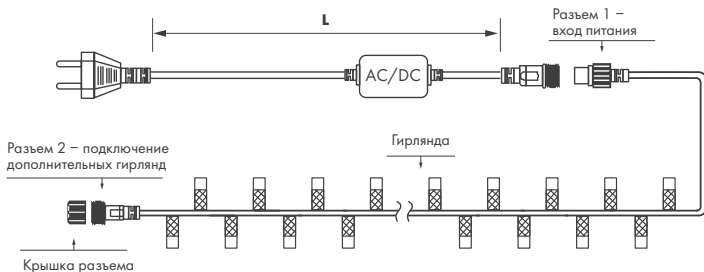

Рис. 1. Схема подключения гирлянд к шнуру питания
3.3. Присоедините гирлянду к разъемам шнура питания и подключите к сети питания AC 230 В согласно схеме на рис. 1.